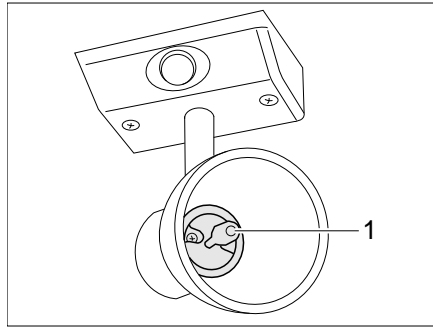

Bild 176 Halogenspotleuchte (mit Glaskelch)
- Halogenglühlampe (Bild 176,1) nach vorn aus der Fassung ziehen.